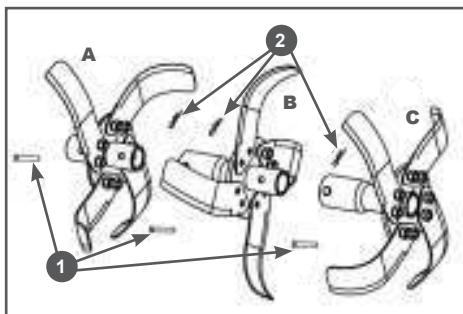

Рис. 2 Установка фрез
- Установите фрезы на выходной вал редуктора, закрепите их пальцами 1 и шплинтами 2 (Рис. 2).
Для примера на Рис. 2 показана установка левых фрез.